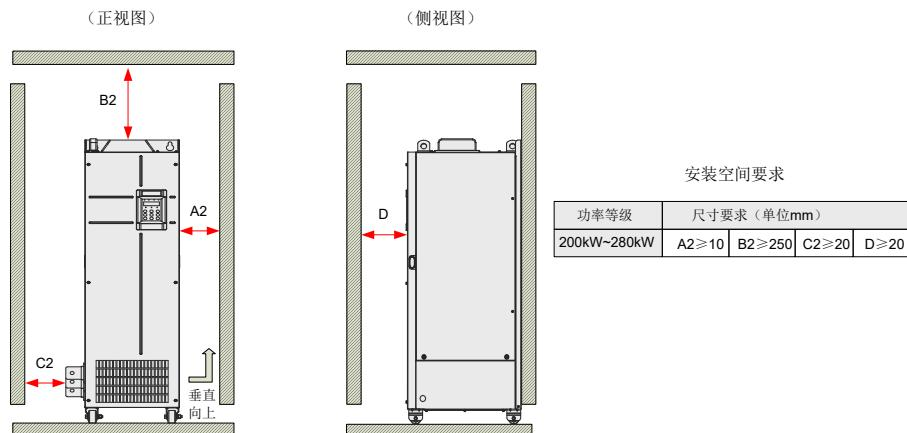
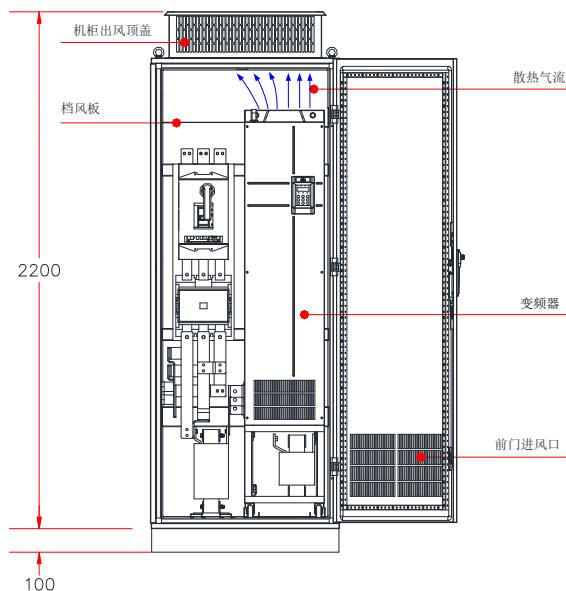

图 3-3 单台机器 (CP300T200G(-L)~CP300T280G(-L)) 安装空间
图 3-11 直排风机柜示意图
- 安装空间要求如图 3-3 所示，需要保证变频器有足够的散热器空间，预留空间时请考虑柜内其它器件的散热情况，如图 3-11、图 3-12；